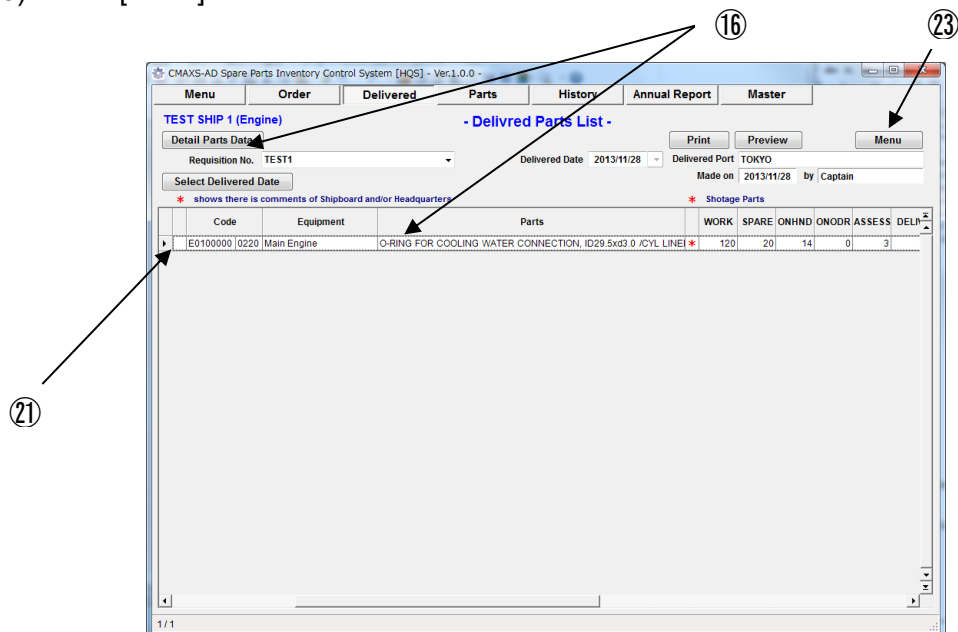
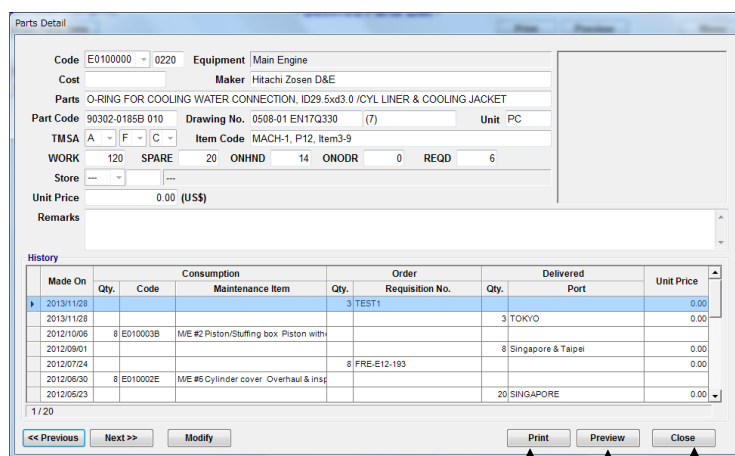

図 9-5 Delivered Parts List 画面
図 9-6 Parts 画面
(16) “Delivered Parts List 画面”(図 9-5)上で部品を選択し、[Detail Parts Data]を選択してください。
(17) “Parts ウィンドウ”(図 9-6) が表示されますので、受領部品を確認してください。
(18) 部品案内を印刷したい場合は[Print]を選択してください。
(19) 印刷画面を確認したい場合は[Preview]を選択してください。
(20) [Close] を選択すると“Delivered Parts List 画面”(Fig.9-5)に戻ります。
(21) 本船よりコメントがある場合は左端に [\*]マークが表示されます。